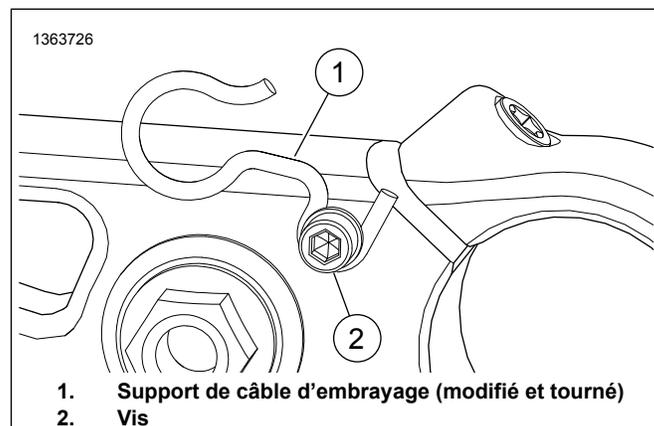

Figure 4. Support de retenue de câble d'embrayage modifié
1. Figure 4 Desserrer la vis (2).
2. Retirer le dispositif de retenue du câble d'embrayage d'origine (1).